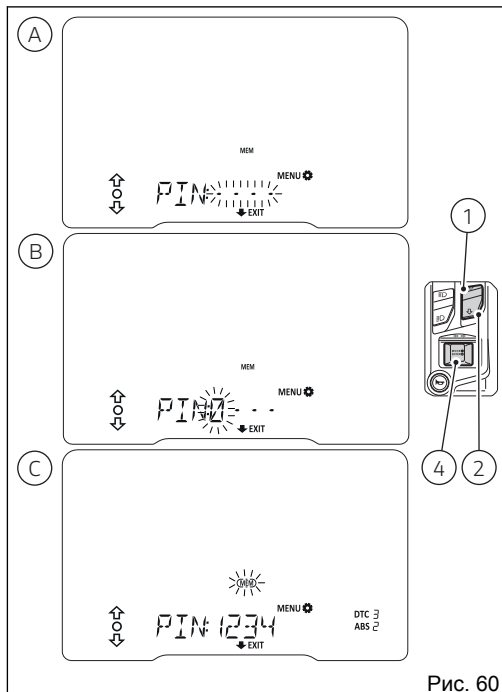

Рис. 60
При нажатии кнопки (4) для подтверждения четвертой и последней цифры на дисплее будет мигать рамка надписи «MEM» (С, Рис. 60). Теперь, кнопками (1) и (2) можно выполнить следующее:
- Нажимать на кнопку (2) в течение 2 секунд, чтобы выйти из функции без сохранения кода.
- Выбрать отдельные числа (мигающие) заданного кода и нажать на кнопку (4), чтобы изменить их, повторяя процедуру ввода кода.
- Выбрать надпись «MEM» в мигающей рамке (С, Рис. 60), а затем нажать на кнопку (4), чтобы записать в память новый PIN-код. Вслед за этим на приборной панели в течение 2 секунд отображается надпись «PIN MEM», а после этого выводится предыдущая страница.